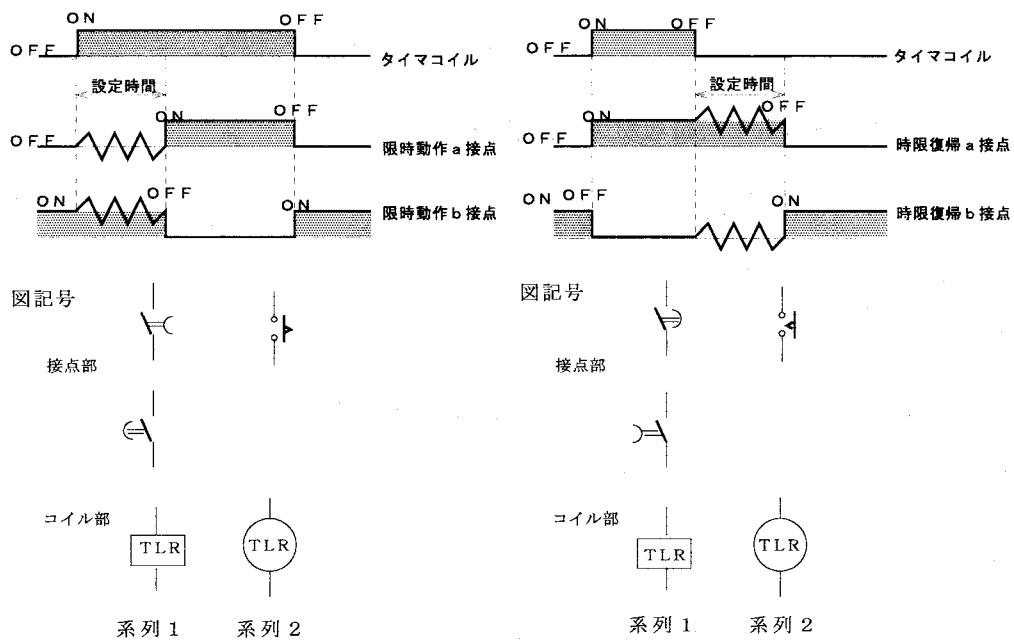

図3-59 限時動作接点の動作と図記号
② 動作上の分類
* (2) 動作
① 限時動作（オンディレー）方式 (図3-59)